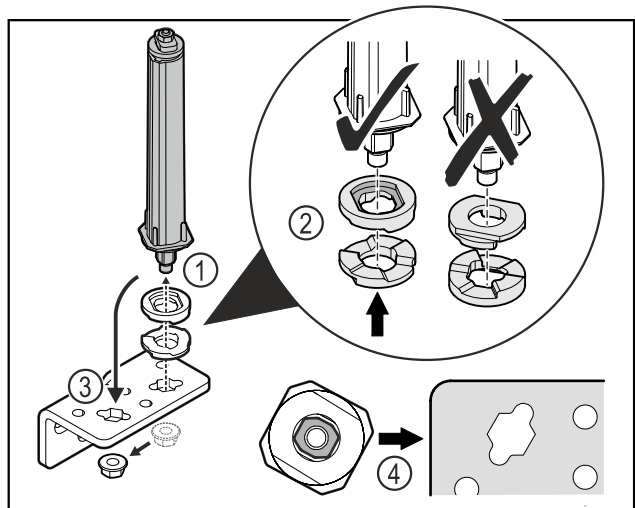

Fig. 37
- ▶ Mutter lösen und Türschließsystem entfernen Fig. 37 (1).
- ▶ Auf die korrekte Ausrichtung der Höhenverstelleisbeiben achten Fig. 37 (2).
- ▶ Türschließsystem im Scharnierwinkel umsetzen und mit der Mutter fixieren Fig. 37 (3).
- ▶ Beim Einsetzen auf die korrekte Ausrichtung des Türschließsystems achten Fig. 37 (4).